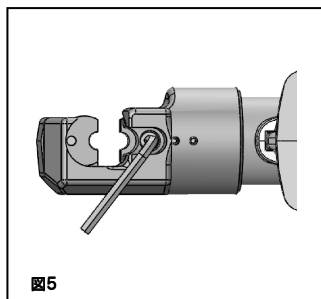

図5
- 3 付属品の六角棒スパナ呼5にてピストン部の六角穴付ボルトを外しますとピストンカッタが取り外せます。(図5)